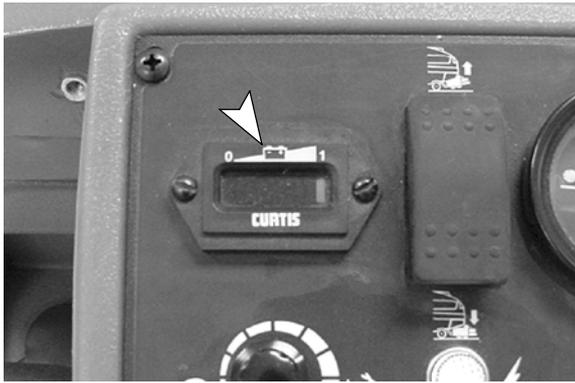

ABB. 13
6. Beachten Sie den Ladezustand der Batterie (Abbildung 13). Wenn die Anzeige zu blinken beginnt, beenden Sie den Schrubbvorgang und fahren Sie die Maschine zum Aufladebereich. Wenn zwei Leuchten abwechselnd zu blinken beginnen, wird die Reinigung automatisch unterbrochen und der Schrubbkopf wird in die Transportstellung angehoben. Dadurch werden die Batterien vor dem vollständigen Entladen geschützt. Laden Sie die Batterien sofort auf.